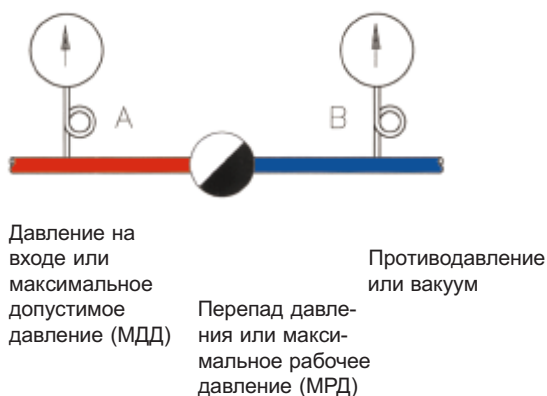

Рис. 14-1
**3. Перепад давления.** Максимальный перепад – это разница между давлением в котле, или главном паропроводе, или выходным давлением после дроссельно-регулирующего клапана и давлением в линии возврата конденсата. См. Рис. 14-1. Конденсатоотводчик должен открываться, преодолевая этот перепад давления.
Например, максимальное входное давление равно 26 бар, а давление в линии возврата равно 11 Бар. В результате, перепад давления составляет 15 Бар, однако конденсатоотводчик должен быть рассчитан на максимальное давление 26 Бар. См. Рис. 14-1.